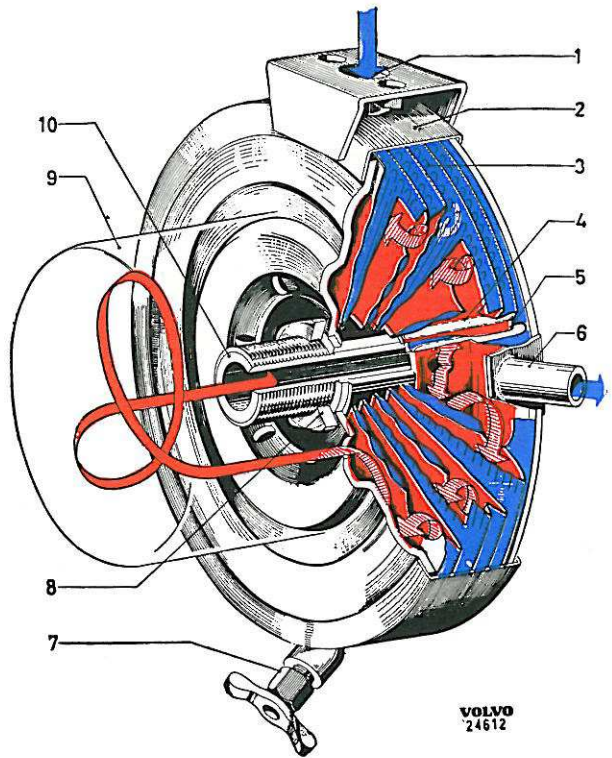

Fig. 6. Radiateur d'huile (B 18 B)
Le radiateur d'huile (fig. 6), monté entre l'épurateur d'huile et le bloc-cylindres, est constitué par une partie intérieure où circule l'huile, entourée d'une chemise de refroidissement à travers laquelle passe l'eau de refroidissement du moteur. Lorsque l'huile, se dirigeant vers l'épurateur d'huile, traverse le radiateur d'huile, sa température baisse sous l'action de l'eau de refroidissement. L'eau de refroidissement traversant le radiateur d'huile ne peut pas suivre le chemin le plus court de l'entrée (1) à la sortie (6); elle est obligée avant tout de circuler en rond dans le